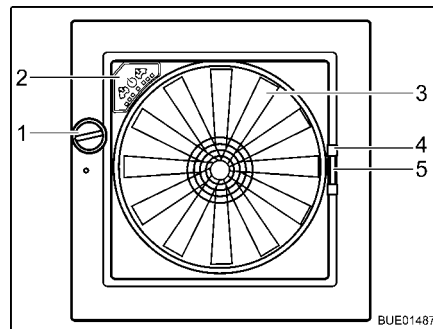

Bild 127 Dachhaube Omni-Vent
**Öffnen:** ■ Drehknopf (Bild 127,1) drehen, bis der gewünschte Öffnungswinkel erreicht ist.
**Schließen:** ■ Drehknopf (Bild 127,1) drehen, bis Dachhaube vollständig geschlossen ist.
- Schließen:** ■ Insektenschutz am Griff (Bild 127,4) zur gegenüberliegenden Rahmen-seite ziehen.
- Schließen:** ■ Griff (Bild 127,5) der Verdunklung zusammendrücken.
- Ventilator** Wenn die Dachhaube geöffnet ist, kann der Innenraum mit dem 6-stufigen Ventilator (Bild 127,3) belüftet und entlüftet werden. Der Ventilator wird am Bedienfeld (Bild 127,2) bedient.